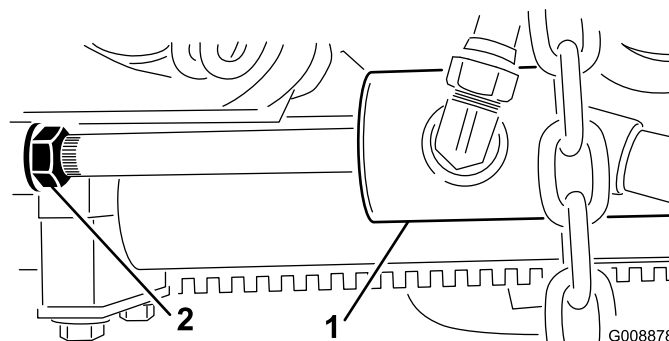

Bild 27
- B. Drehen Sie die Klemmmutter am Zylinder heraus (Bild 27).